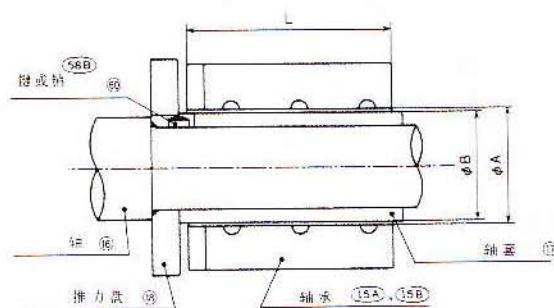

图 14
- b. 内径的磨损量应符合表 2 规定, 参数参见图 14。
- c. 为了防止轴套(17)的转动,必须按图14装上键(58B)或销子(60)。